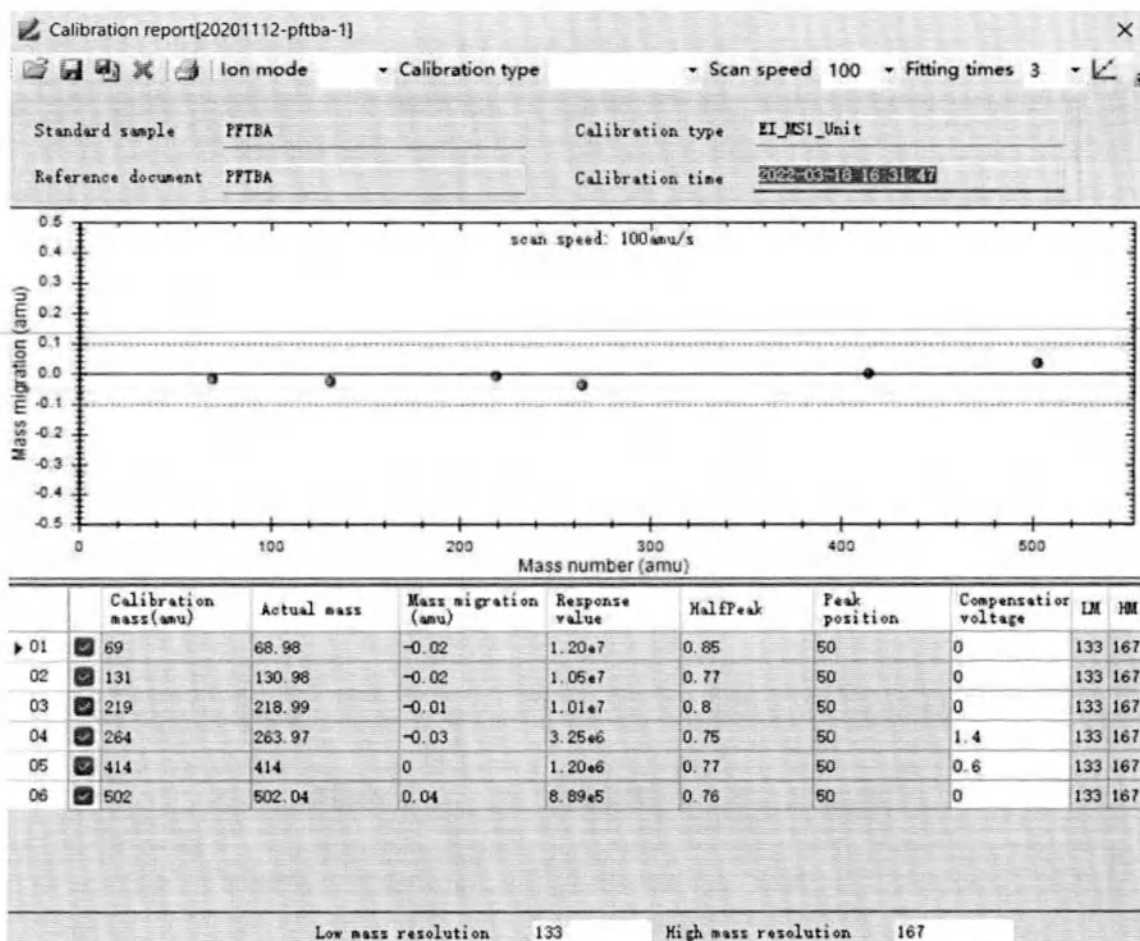

Рисунок 6.34. Отчет о калибровке масс (пример).
- Увеличьте количество сборов в параметрах калибровки и повторите калибровку (рисунок 6.34.).